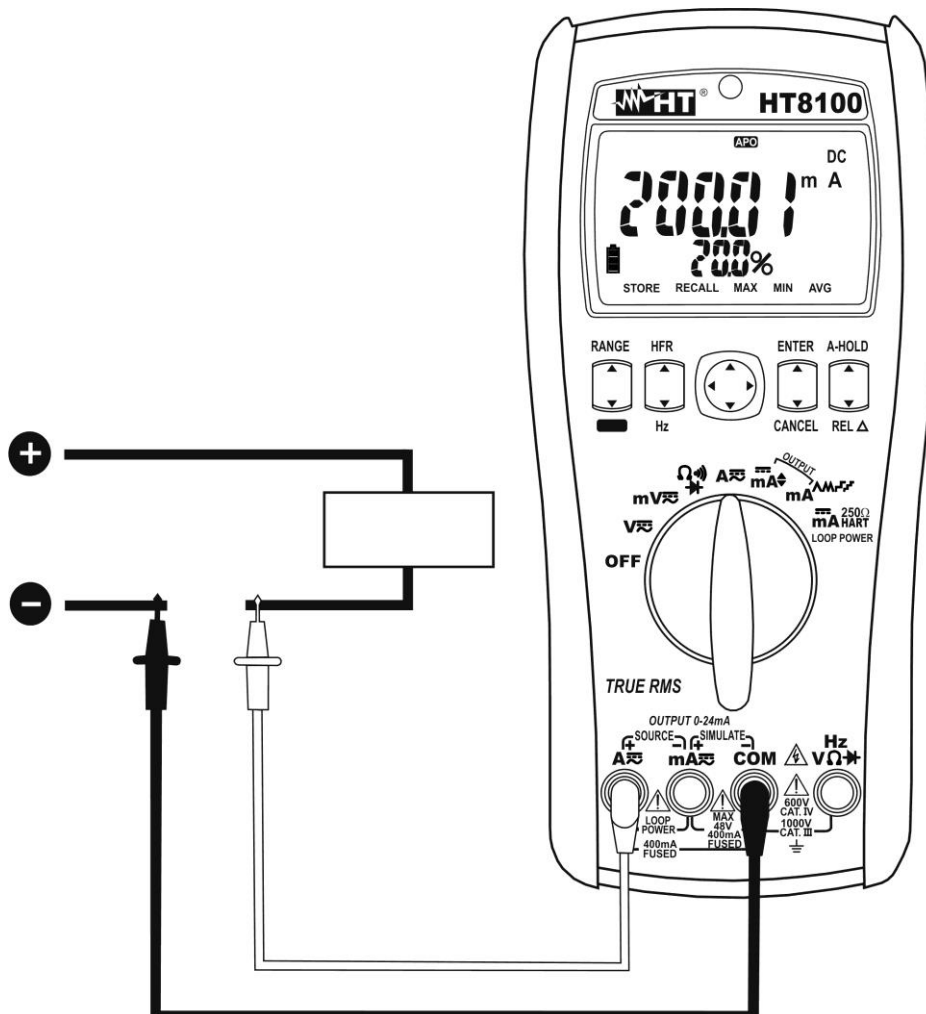

Fig. 4 : Utilisation de l'instrument pour mesure de courant DC
5. Connecter l'embout rouge et l'embout noir en série au circuit duquel on veut mesurer le courant en respectant la polarité et la direction du courant dont à la Fig. 4.
8. L'affichage du symbole « - » sur l'écran de l'instrument indique que le courant a une direction opposée par rapport à la connexion de Fig. 4.